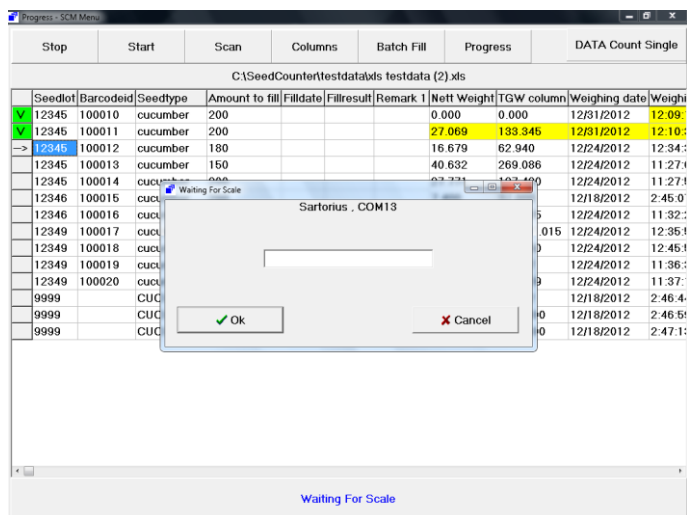

Figura 16. Tela Waiting For Scale (Aguardando a Balança)
3. Após o registro ter sido contado e pesado com êxito, o campo à esquerda do registro ficará verde e os dados de medição serão realçados em amarelo (veja a Figura 16). Se o resultado da medição estiver errado, o campo à esquerda do registro ficará vermelho.